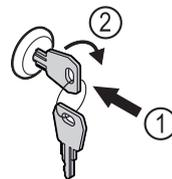

Fig. 180
- ▶ Insérer la clé. Fig. 180 (1)
- ▶ Tourner la clé à 90° dans le sens horaire. Fig. 180 (2)